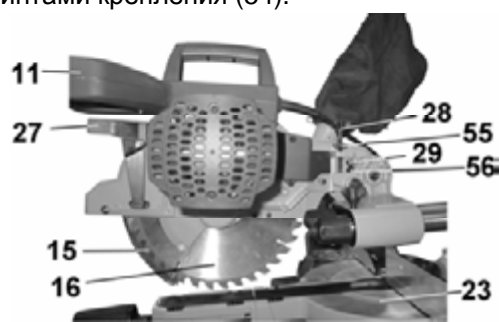

Рис. 15
Винт (29), Рис.15, ограничивает максимальное опускание пильного диска (16). Для регулировки максимальной глубины опускания пильного диска (16) ослабьте контргайку винта (56), Рис.15. Отрегулируйте и зафиксируйте контргайкой положение винта (29) так, чтобы пильный диск не касался конструкции станка, Рис.15.
Ограничение глубины пропила регулируется вращением винта (28), Рис.15. Для того, чтобы винт (28) ограничивал опускание пильного диска (16) на требуемую глубину пиления, необходимо ослабить гайку (55), закрутить винт (28) до требуемой высоты пильного диска (16) относительно поворотного стола (23).